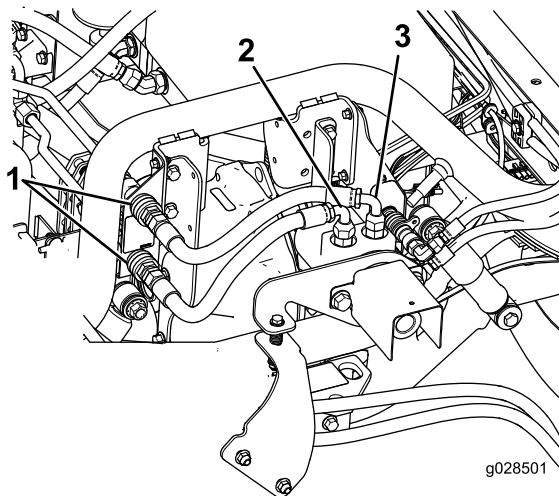

Рисунок 8
1. Подсоедините свободный конец шланга, подсоединенного к внутреннему штуцеру на гидромоторе, к нижнему быстроразъемному соединителю на кронштейне (Рисунок 8).
2. Подсоедините свободный конец шланга, подсоединенного к наружному штуцеру на гидромоторе, к верхнему быстроразъемному соединителю на кронштейне (Рисунок 8).